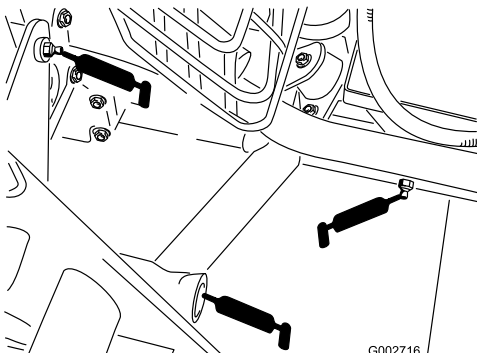

Bild 24
- Hintere Anbauvorrichtung (5) (Bild 24)